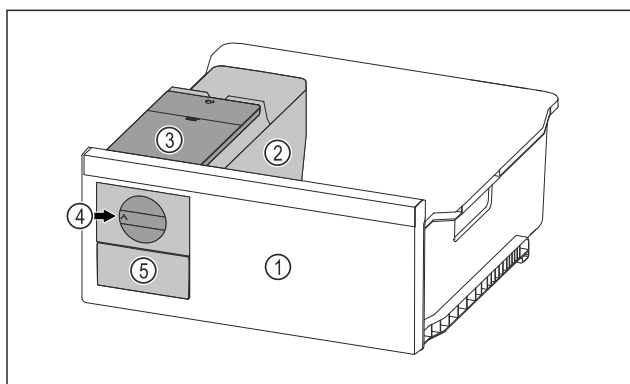

Fig. 259 Beispielhafte Darstellung
- ▶ Drehknopf *Fig. 259 (4)* im Uhrzeigersinn bis zum Anschlag drehen.
- ▶ Eiswürfel fallen aus der Eiswürfelschale in das Eiswürfelschubfach *Fig. 259 (5)*.